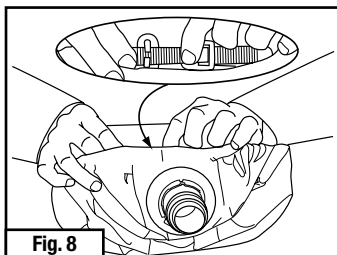
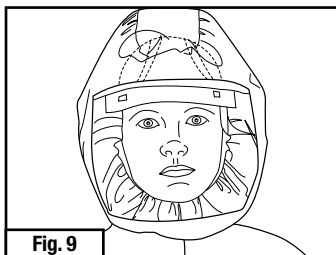

Fig. 8
Fig. 9
- **Sólo cascos con arnés plástico** (los demás modelos, excepto S-103 y S-403): Si su capucha o cubierta tiene un arnés plástico, puede ajustarlo según sea necesario para lograr un ajuste cómodo (Fig. 8). La banda para la cabeza del arnés plástico debe usarse alrededor de la frente y la banda para la coronilla debe colocarse en la parte superior de la cabeza, no alrededor de la parte posterior de la cabeza (Fig. 9). **NOTA:** El arnés de tela en los productos S-103 y S-403 no es ajustable.